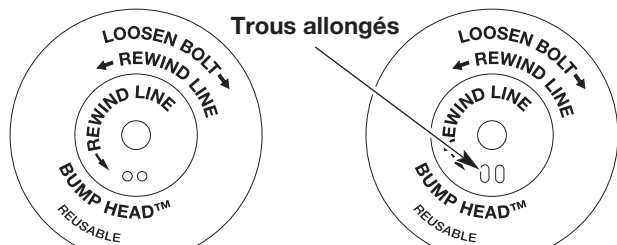

Fig. 34
**REMARQUE :** le SplitLineMC peut être utilisé seulement avec le moulinet intérieur à trous allongés. Le fil simple peut être utilisé avec les deux sortes de moulinet intérieur. Identifiez votre type de moulinet en vous référant à la Figure 34.